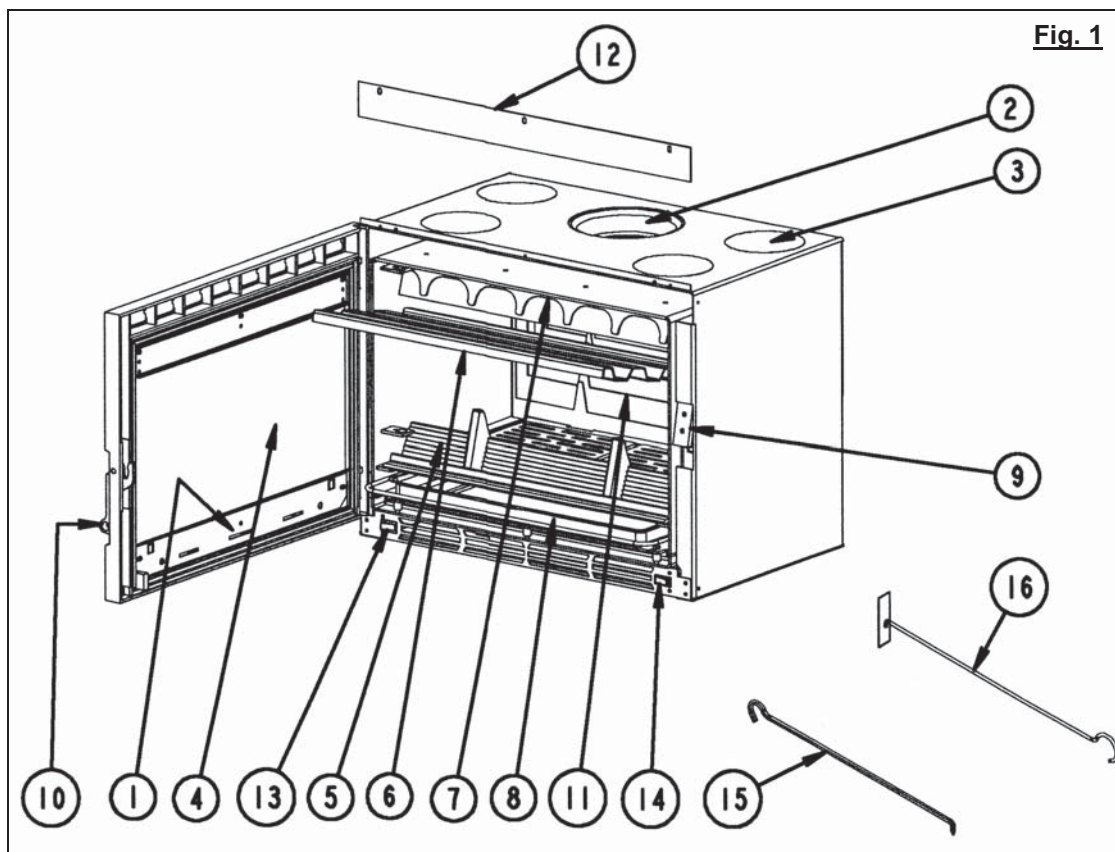

Fig. 1
6.2 - Schema dei collegamenti elettrici (Fig. 1, Fig. 11)